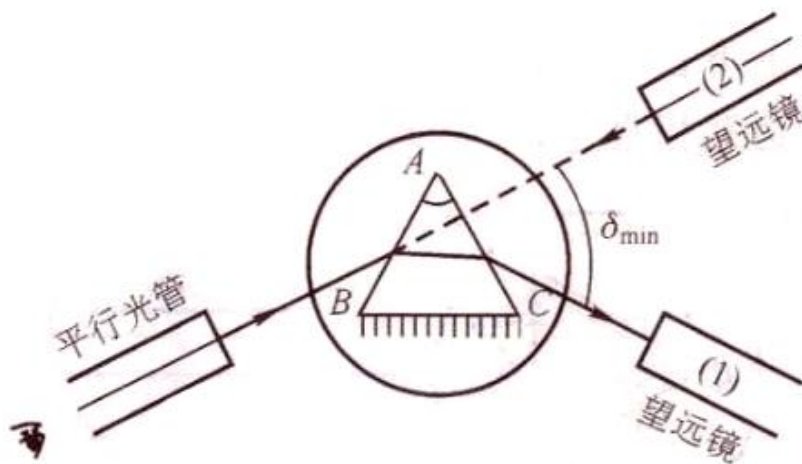

图11 测最小偏向角
(2)旋松望远镜制动螺丝和游标盘制动螺丝，把载物台及望远镜转至如图11中所示的位置(1)处，再左右微微转动望远镜，找出棱镜出射的各颜色的水银灯光谱线(各种波长的狭缝像)。
(3) 轻轻转动载物台 (改变入射角 i_1)，在望远镜中将看到谱线跟着动。改变 i_1 ，应使谱线往 δ 减小的方向移动 (向顶角 A 方向移动)。望远镜要跟踪光谱线转动，直到棱镜继续转动，而谱线开始要反向移动 (即偏向角反而变大) 为止。这个反方向移动的转折位置，就是光线以最小偏向角射出的方向。固定载物台，再使望远镜微动，使其分划板上的中心竖线对准其中的那条绿谱线 (或其它要测量的谱线)。
(4) 测量
记下此时两游标处的读数 θ_1 和 θ_2 。取下三棱镜，转动望远镜对准平行光管，即图11中 (2) 的位置，以确定入射光的方向，再记下两游标处的读数 θ_1' 和 θ_2' 。此时绿谱线的最小偏向角